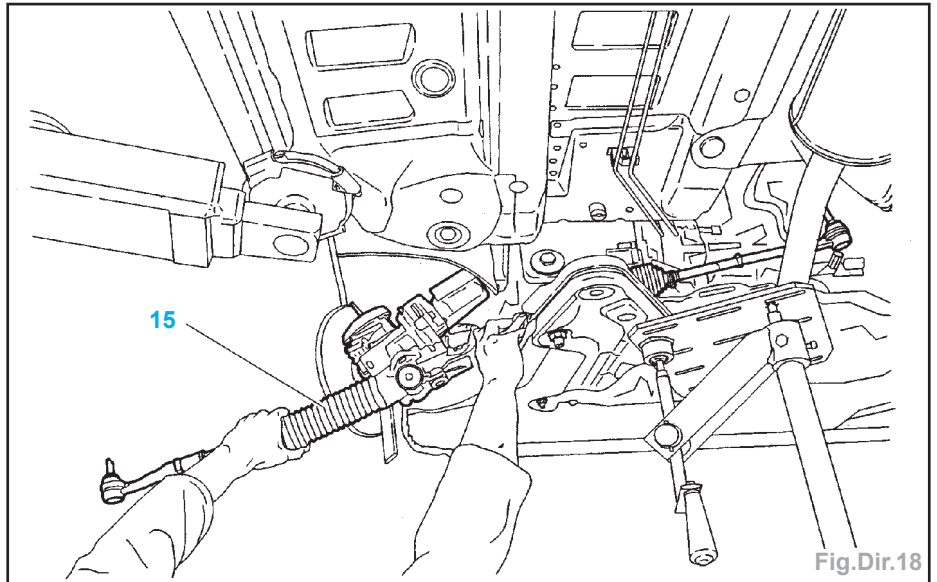

Fig.Dir.18
- Déposer les vis (14).
- Déposer le mécanisme de direction (15) par le passage de roue (Fig.Dir.18).